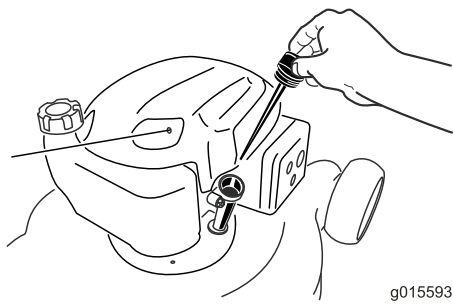

Figure 8
2. Retirez la jauge, essuyez-la sur un chiffon propre puis replacez-la dans le goulot de remplissage jusqu'à ce qu'elle bute, mais sans la visser (Figure 8).